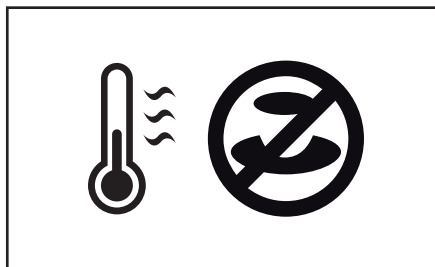

Bild 4.9 - Uppvärmning/Leverans blockerad symboler
3. En blinkande termometer och tecknet för "Leverans blockerad" visas på displayen (bild 4.9).